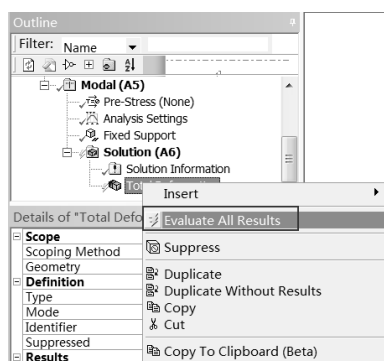

图 6-24 快捷菜单
Step3: 在 Outline (分析树) 中的 Solution (A6) 选项上右击, 在弹出的快捷菜单中选择 Evaluate All Results 命令, 如图 6-24 所示, 此时会弹出进度显示条, 表示正在求解, 当求解完成后进度条自动消失。